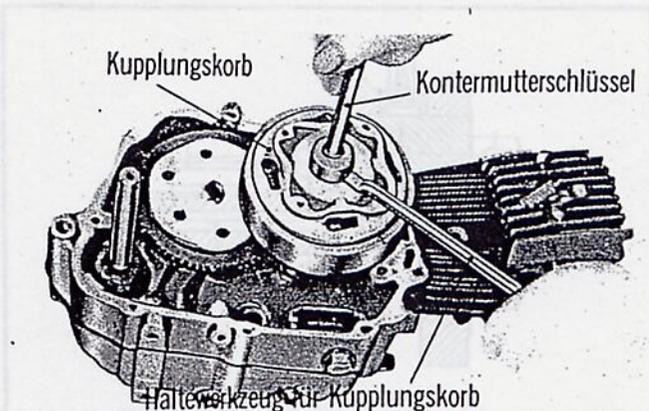

Abbildung 37
3. Nase an Blechsicherung aufbiegen. Kontermutter mit dem Kupplungskorbhalter und dem Kontermutterschlüssel (Werkzeug Nr. 07086-25901) lösen und dann die Kupplung komplett herausheben (Abbildung 37). Die Kupplung kann jetzt weiter demontiert werden.